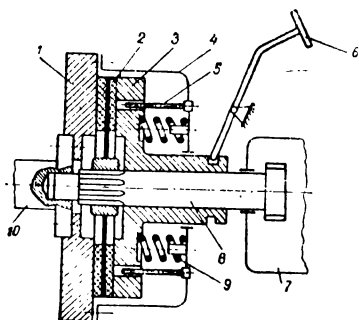

Рис. 27
Задание 68. I. К каким деталям (ведущим или ведомым) относятся маховик 1 (рис. 27), кожух сцепления 4, направляющие пальцы 5 и нажимной диск 3?
II. Какая из деталей 6, 9 (рис. 27) относится к механизму управления, какая к силовому элементу?
III. Какой цифрой обозначена (рис. 27) часть коленчатого вала и маховик?
IV. Будет ли вращаться первичный вал 8 (рис. 27), когда педаль сцепления 6 отпущена (не нажата), а рычаг коробки передач установлен в нейтральное положение?
V. При каком положении педали 6 (рис. 27) ведомый диск 2 зажат между маховиком 1 и нажимным дис-
VI Что происходит с механизмом сцепления при нажатой педали 6 (рис. 27)?